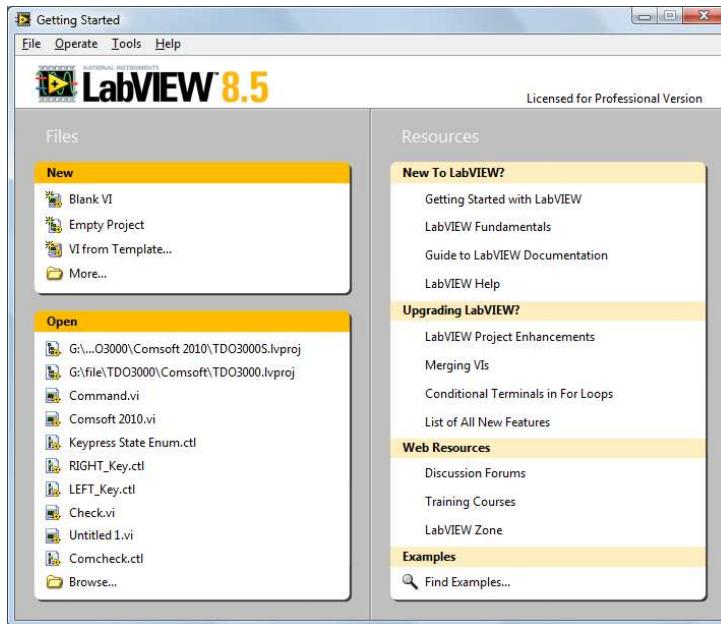

图 4-3-1
1. 进入 GettingStarted 画面。选择 New>>Blank VI，新建一个 VI。如图 4-3-1 所示。